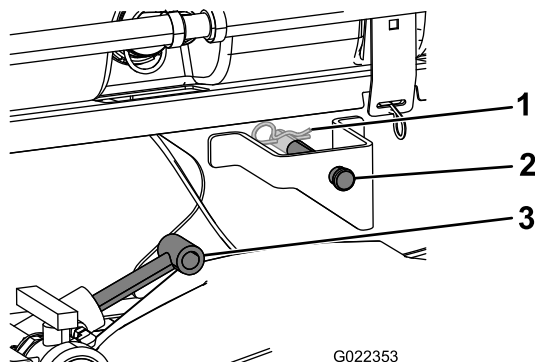

Figura 10
4. Estendete i cilindri di sollevamento fino alle staffe sul telaio di supporto del serbatoio e allineate i bracci dei cilindri ai fori presenti sulle staffe del telaio di supporto del serbatoio (Figura 10).